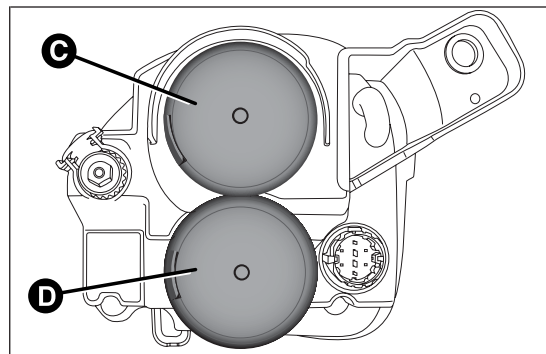

fig. 161
La disposizione delle lampade è la seguente fig. 161:
- ☐ rimuovere il coperchio C fig. 161;
- ☐ rimontare infine il coperchio C fig. 161.
- ☐ rimuovere il coperchio D fig. 161;
- ☐ rimontare infine il coperchio D fig. 161.